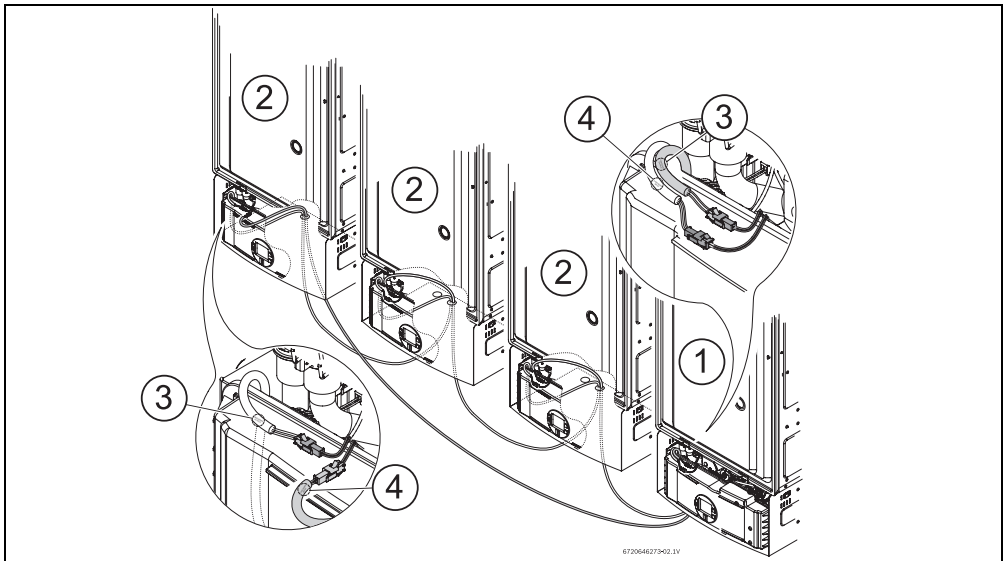

Fig. 2 Ejemplo de una instalación
- ▶ Conectar el conector 'cascading input' al conector del Aparato Secundario (Fig. 2).